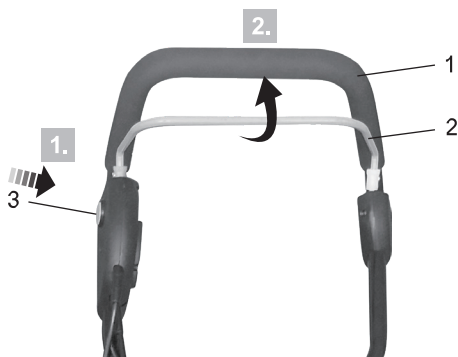

Fig. 8
1. Appuyer sur le bouton de verrouillage (3) et le maintenir en position (Fig. 8, étape 1).
2. Tirer le levier de démarrage (2) vers la poignée (1) (Fig. 8, étape 2) pour mettre en marche le motoculteur, puis relâcher le bouton de verrouillage (3).
3. Relâcher le levier de démarrage (2) pour arrêter le motoculteur.